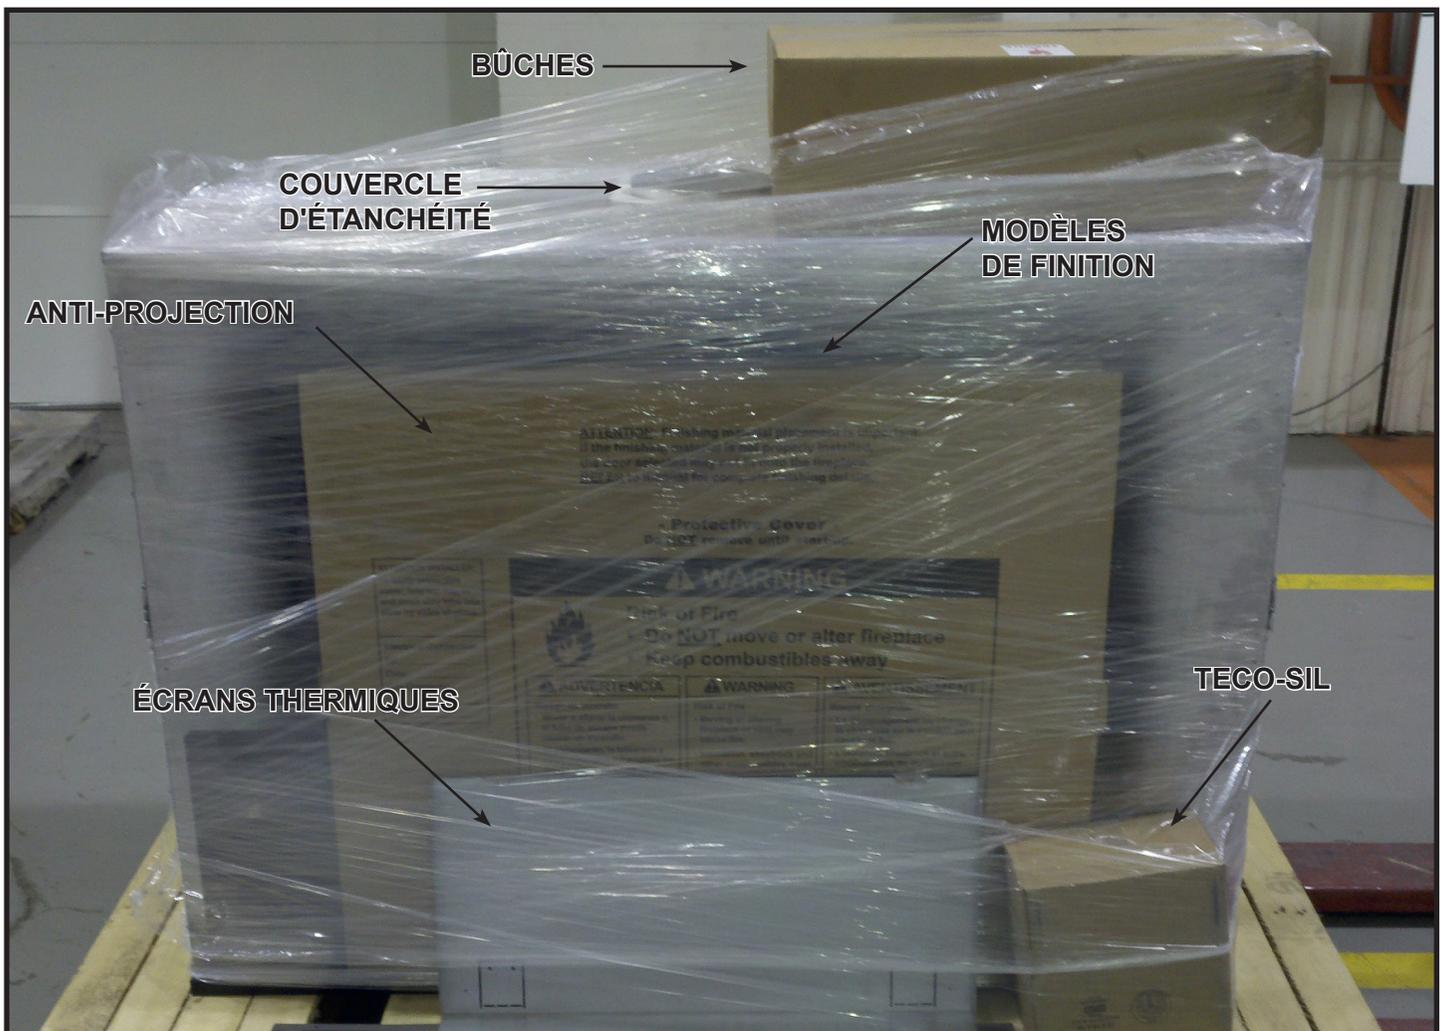

Figure 6.1. Emplacement de transport des composants
1. Retirez le film thermorétractable de l'appareil. La figure 6.1 présente l'emplacement de transport du couvercle du conduit et des écrans thermiques (section 6), l'anti-projection et les modèles de finition (section 10), ainsi que les bûches (section 11).
- Positionnez et installez les écrans thermiques en fixant deux vis dans chaque écran thermique. Voir la figure 6.1. pour l'emplacement de transport des écrans thermiques. Les vis de l'écran thermique sont préinstallées au sommet de l'appareil.